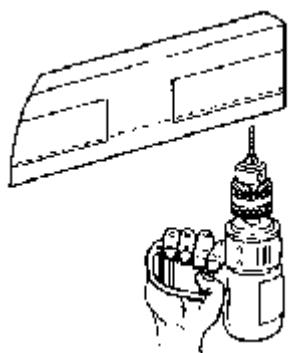

Fig. 2
- 3) Forare con punta Ø5.5 mm (fig.2.)
- 3) Drill using a Ø 5.5 mm bit (fig2).
- 3) Percer avec pointe Ø5.5 mm (fig 2)
- 3) Perfore con punta Ø 5.5 mm (fig2)